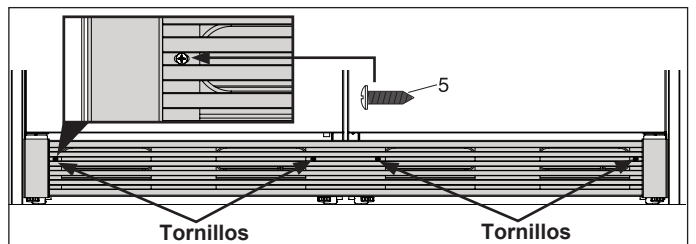

Figura 20
Sujete la placa de protección al gabinete con cuatro (4) tornillos. (Consulte la Figura 20).